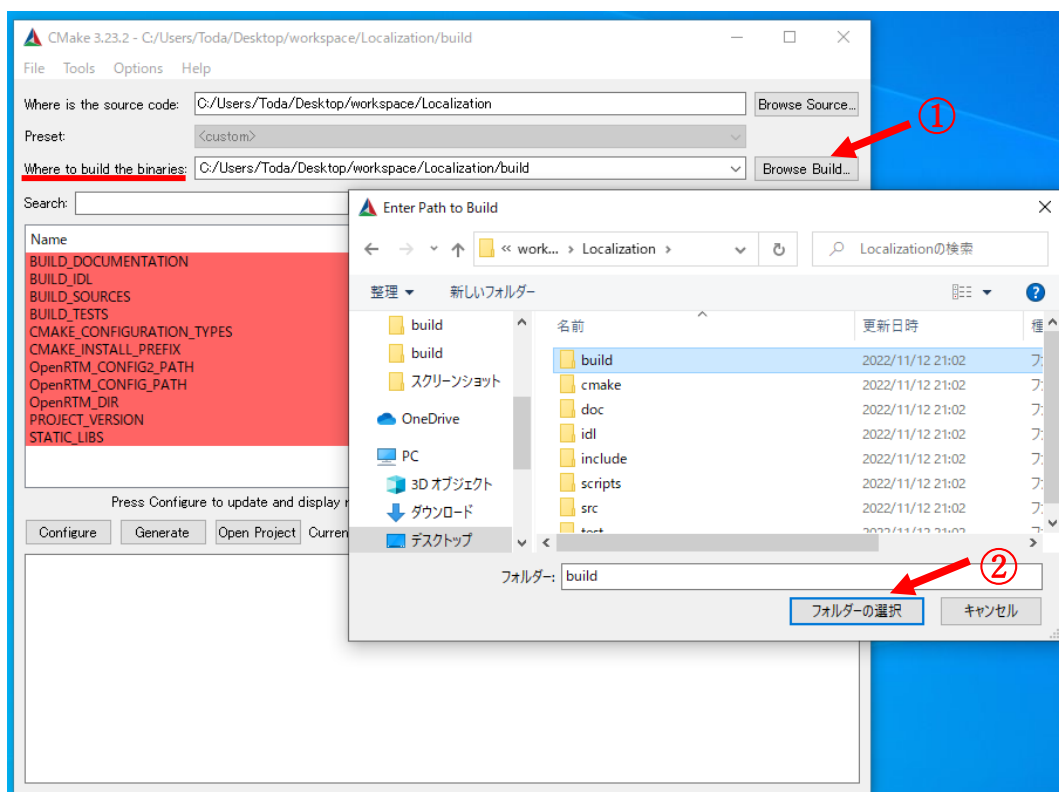

図 13 [Where to build the binaries]の項目の[Browse Source...]をクリックした状態
- ⑤ 図 13 のように[Where to build the binaries]の項目の[Browse Source...]をクリックし、表示されたウィンドウ上で、自身の workspace 内の各 RTC のプロジェクトフォルダーを選択し、プロジェクトフォルダー内で[Ctrl]+[Shift]+N を押下し、[新しいフォルダー]が作成されるため、名前を[build]と変更する。この[build]フォルダーを選択し、[フォルダーの選択]をクリックする。ここでは次のディレクトリを開く。